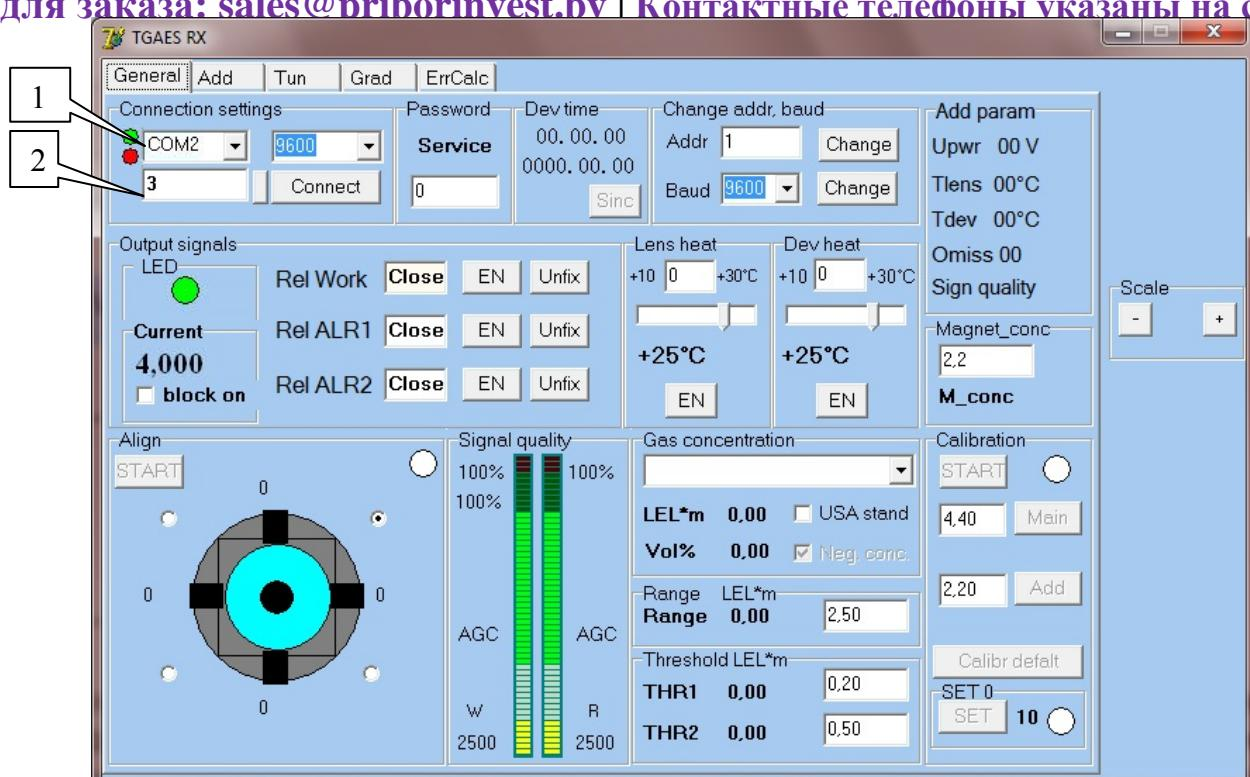

Рисунок 5 – Меню программы ТГАЭС
- для установки связи с прибором, в появившемся меню программы, выбрать номер СОМ порта (рис.5 поз.1). Ввести сетевой адрес прибора (рис.5 поз.2) и нажать клавишу Connect.